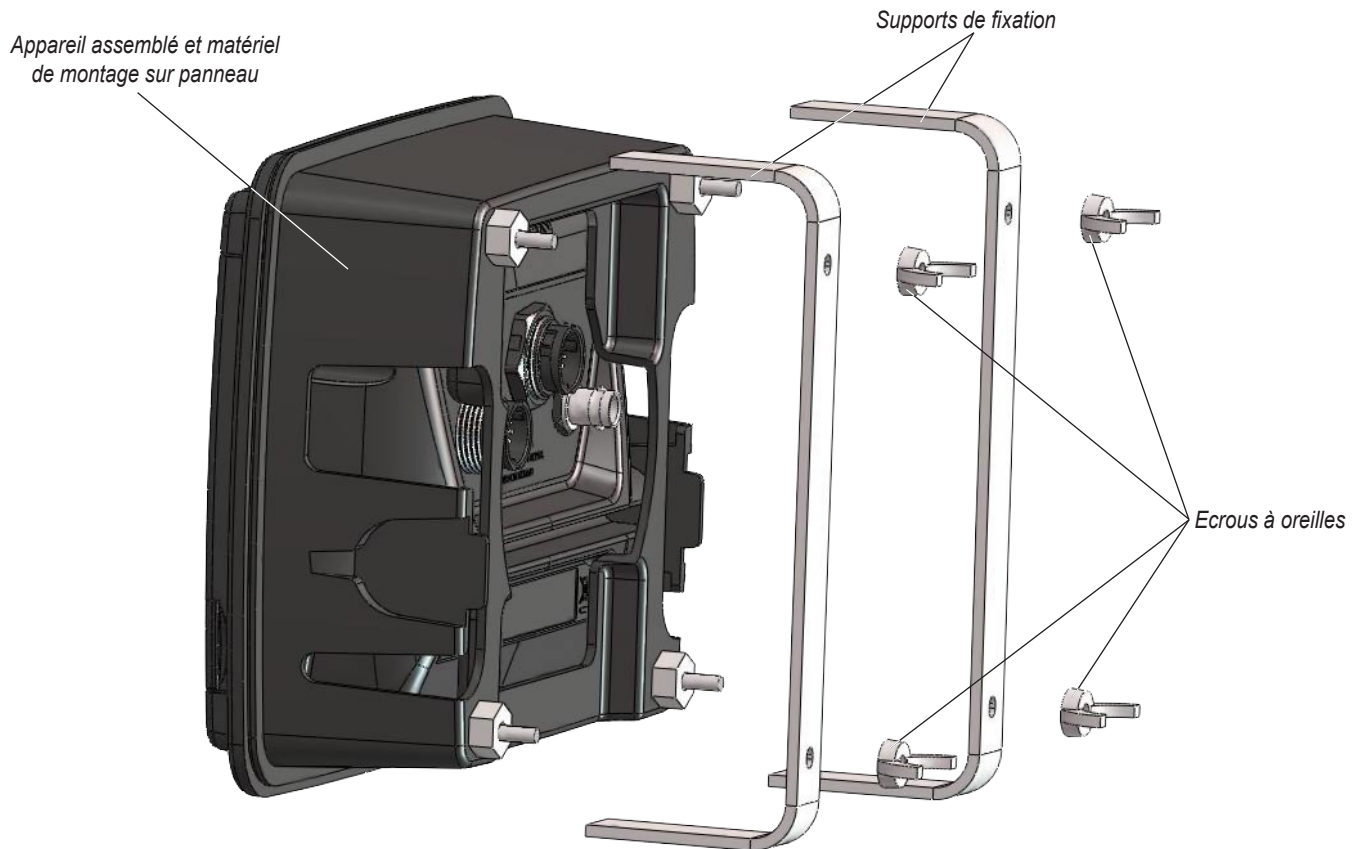

Figure 2
3. Installez l'appareil dans l'ouverture (voir la figure 2) :